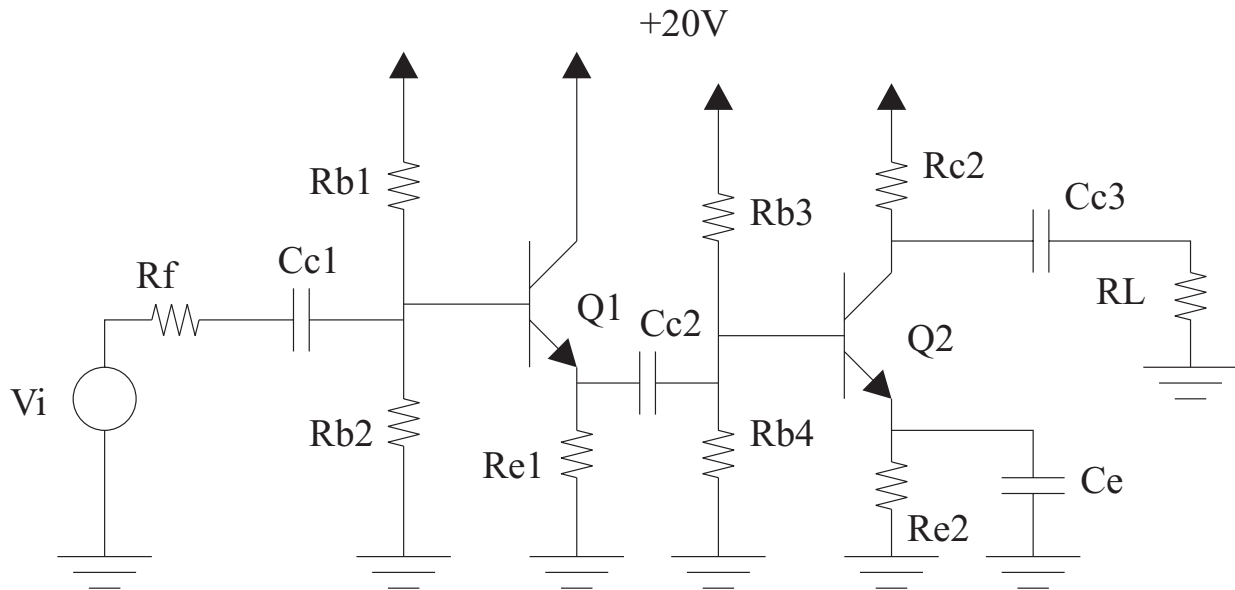

Figura 1. Amplificador Multietapa
2.- Diseñe un amplificador Colector Común utilizando el esquema de la Figura 1, que cumpla con las siguientes especificaciones:
10.- Diseñe un amplificador Emisor Común utilizando el esquema de la Figura 1, que cumpla con las siguientes especificaciones: